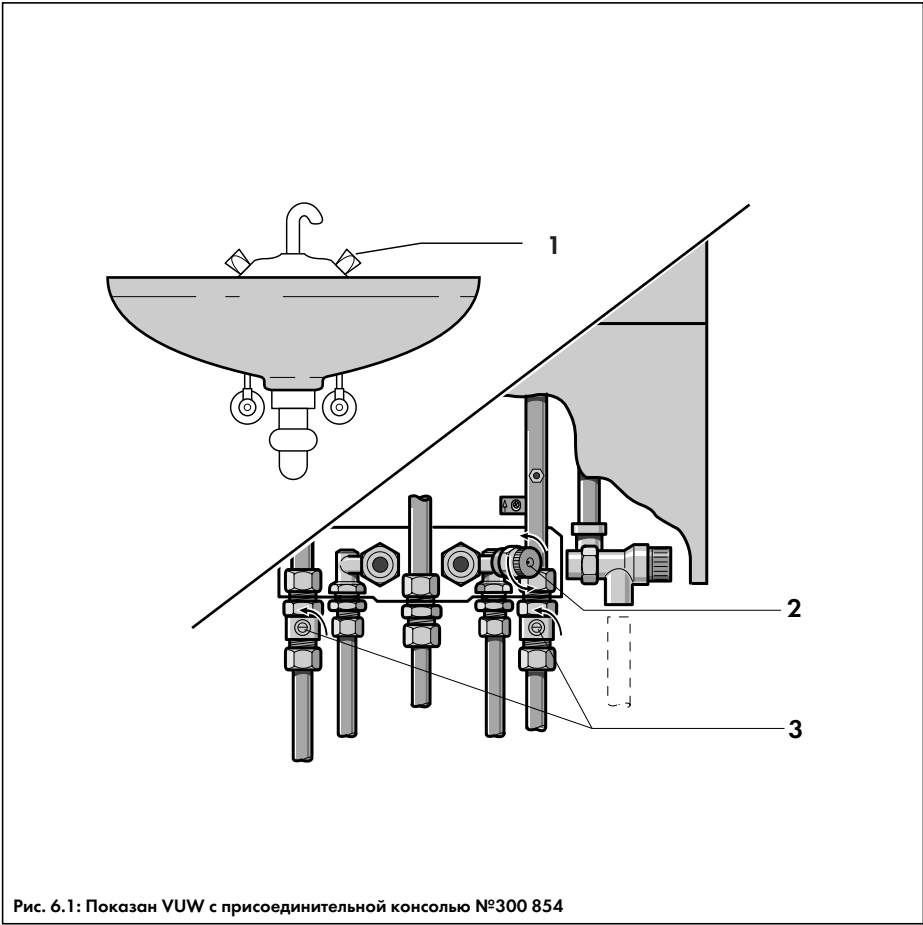

Рис. 6.1: Показан VUW с присоединительной консолью №300 854
- Открыть сервисные краны на присоединительной консоли аппарата (3, рис. 6.1);
- Открыть все вентили отопительной установки и сервисные краны (3, рис. 6.1). Полностью спустить воду из отопительной установки и самого аппарата, открыв сливные краны (желательно, сечением не менее 1/2"), которые должны быть предусмотрены в нижней точке системы отопления. Краны необходимо открывать полностью, чтобы удалить перед пуском аппарата всю грязь, попавшую или образовавшуюся в системе отопления при монтаже. Для того, чтобы предотвратить образование разрежения в отопительной установке и сделать возможным слив всего объёма воды из системы отопления и самого аппарата, необходимо также открыть
- Полностью открыть кран горячей воды (1, рис. 6.1) на водоразборной точке. Аппарат перейдет в режим приготовления горячей воды;